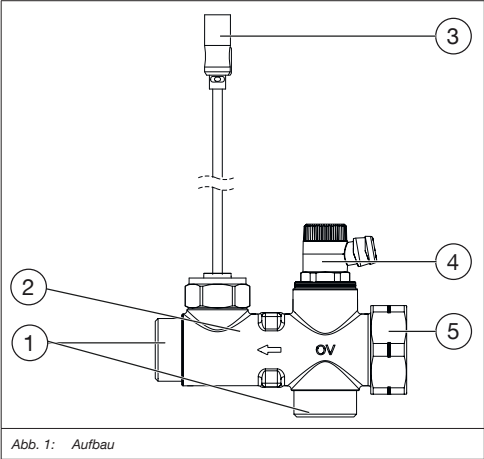

Abb. 1: Aufbau
4. Lösen Sie die Überwurfmuttern (siehe Abb. 1 (1)) am Volumenstromsensors und nehmen Sie den Volumenstromsensor von den Rohren ab.
Wenn ein Trinkwasserzirkulationsmodul vorhanden ist, entfernen Sie die Verschlusskappe (siehe Abb. 1 (5)).
6. Setzen Sie die beiliegenden Dichtungen in die Überwurfmuttern (siehe Abb. 1 (1)) ein und ziehen Sie sie fest. (Drehmoment 45 Nm).